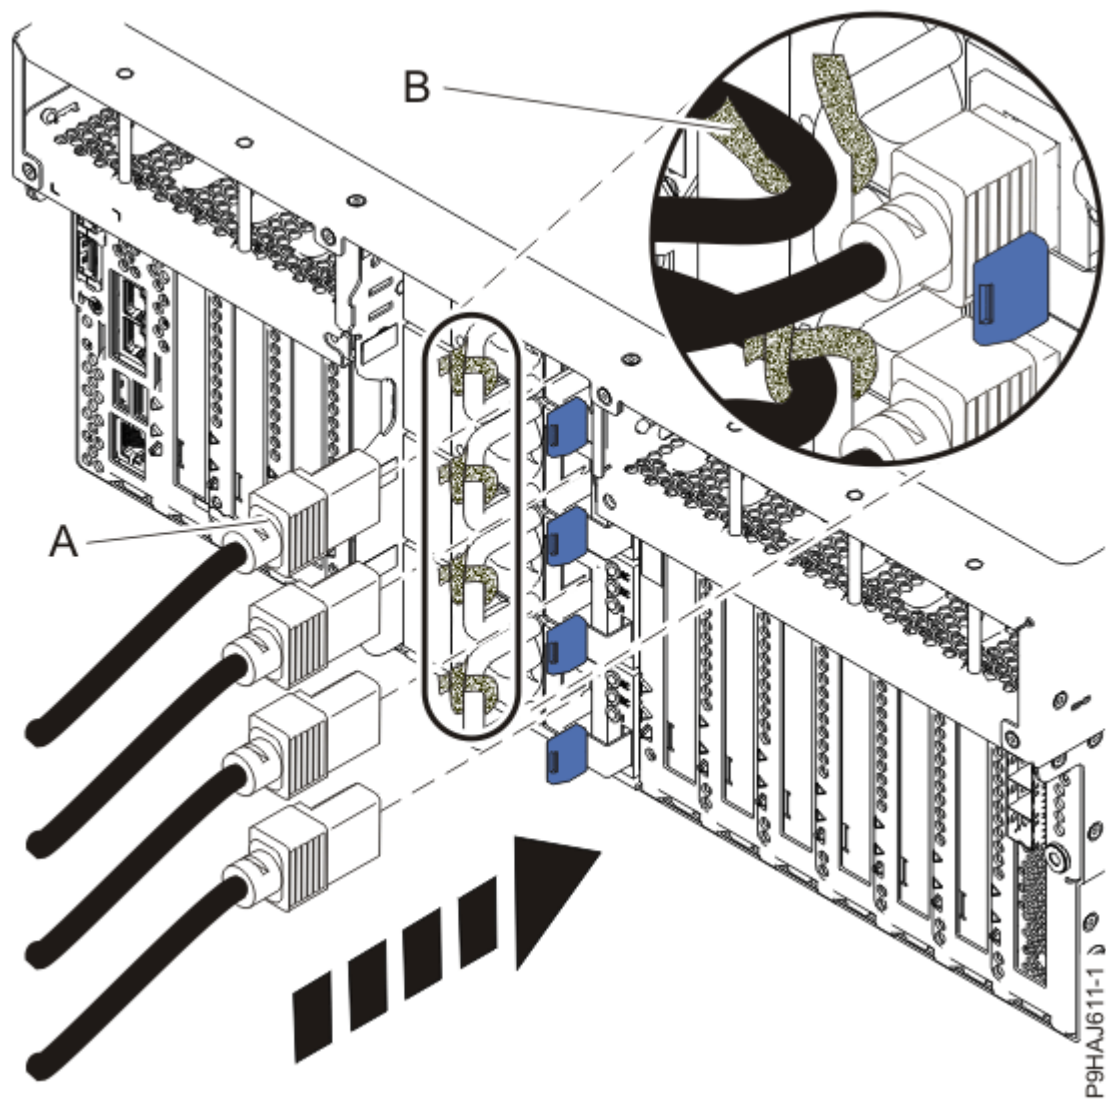
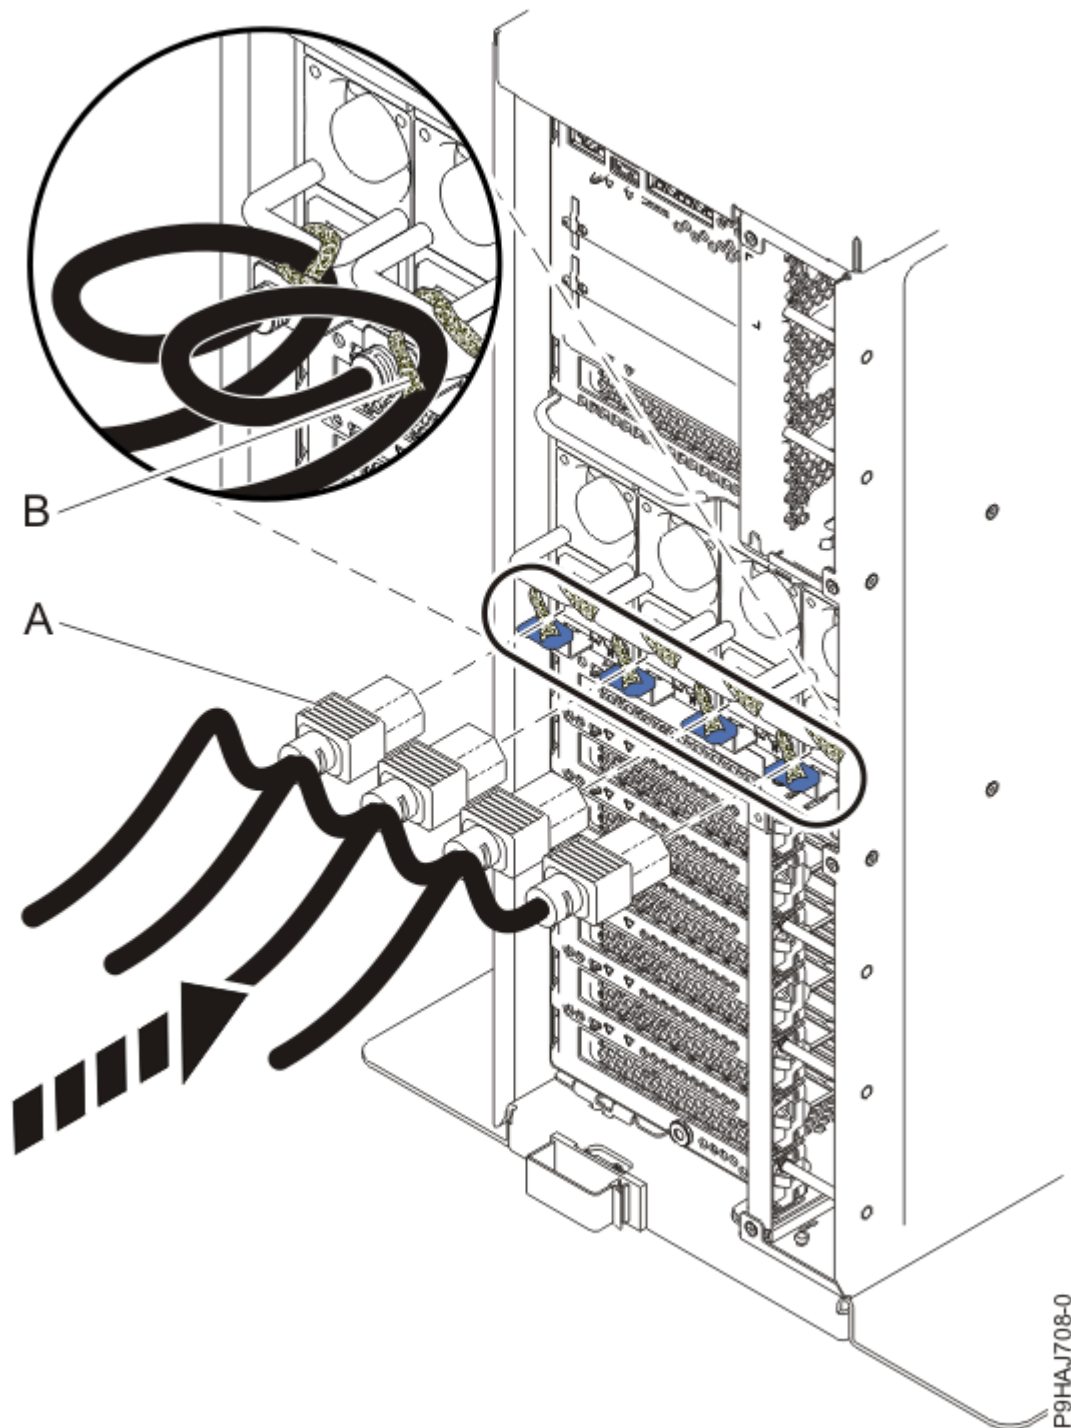

Abbildung 18. Netzkabel an ein Einschubsystem anschließen
Abbildung 19. Netzkabel an ein Standalone-System anschließen
6. Schließen Sie die Netzkabel **(A)** mithilfe Ihrer Beschriftungen wieder an die Systemeinheit an. Befestigen Sie die Netzkabel **(A)** mit den Klettverschlüssen **(B)** am System (siehe Abbildung 18 auf Seite 21 oder Abbildung 19 auf Seite 22).